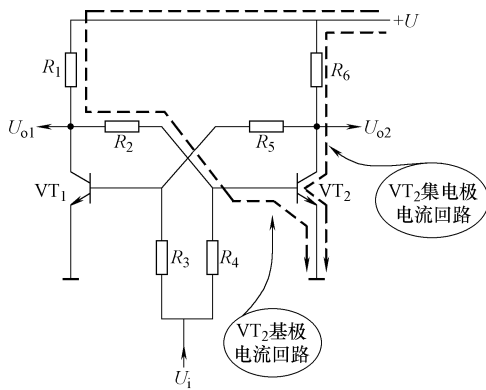

图 12-37  $VT_2$  管直流电流回路示意图
2)  $VT_2$  管直流电流分析。如图12-37所示是 $VT_2$ 管直流电流回路示意图。